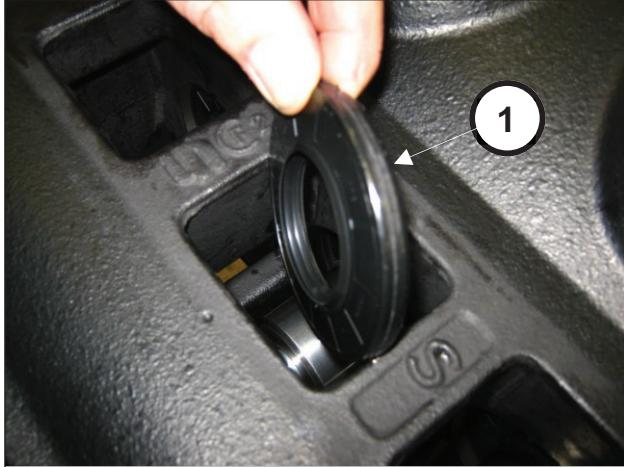

Fig. 38
Remova a ferramenta e extraia a junta do óleo (pos. ①, Fig. 38).